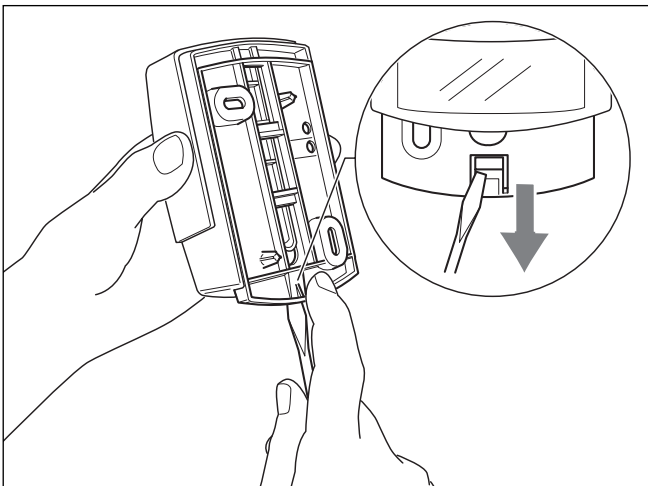

Abb. 4.2 Wandhalter abnehmen
- ⇒ Nehmen Sie den Wandhalter des Funkaußenfühlers ab (siehe Abb. 4.2).